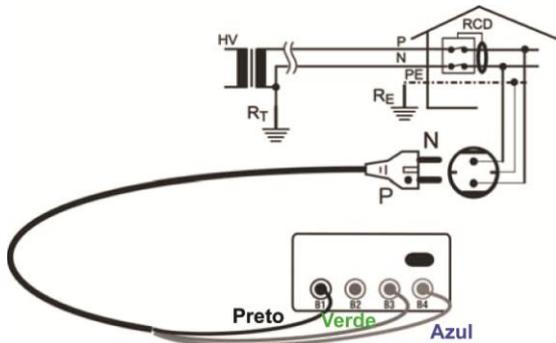
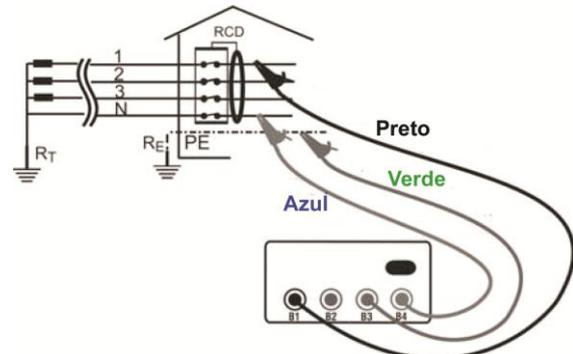
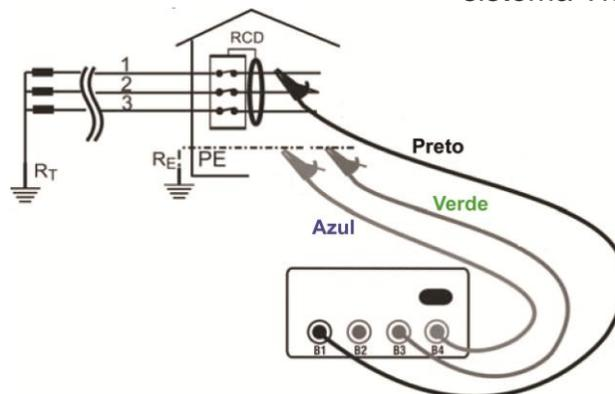

Fig. 13: Ligação para medição  $R_A$  num sistema Monofásico/Bifásico 230V
Fig. 14: Ligação para medição  $R_A$  num sistema Trifásico 400V + N
Fig. 15: Ligação para medição  $R_A$  num sistema Trifásico 230V ou 400V sem N
2. Inserir os 3 conectores Preto, Verde e Azul do cabo shuko ou dos cabos separados nos correspondentes terminais de entrada do instrumento **B1**, **B3**, **B4** (ver Fig. 13, Fig. 14, Fig. 15). No caso de utilização de cabos separados inserir nas extremidades livres dos cabos os crocodilos.
3. Inserir a ficha Shuko numa tomada 230V 50Hz ou os crocodilos nos condutores do sistema Trifásico (ver Fig. 13, Fig. 14, Fig. 15).